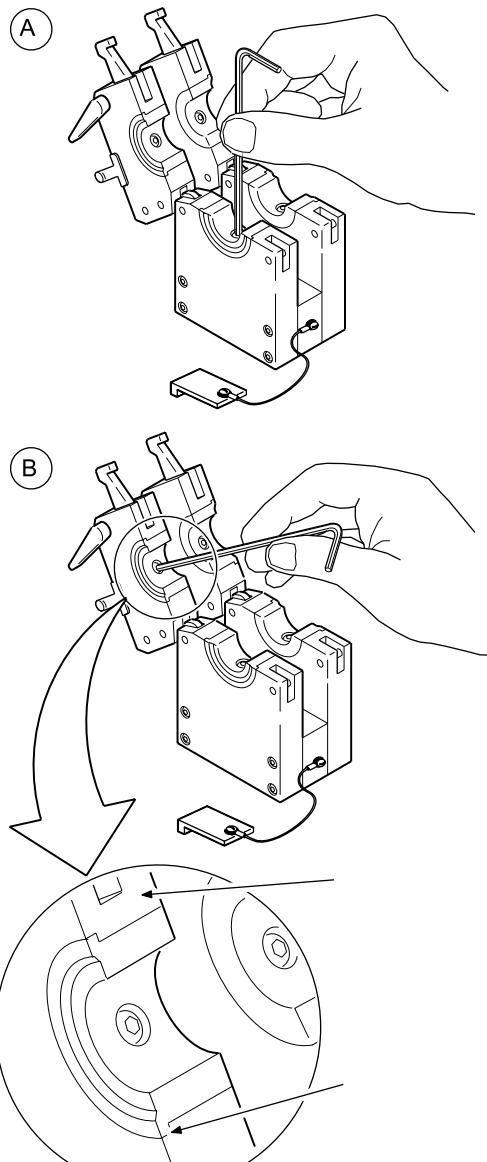

Рисунок 13. Установка зажимных втулок
2. Установите половины зажимной втулки в верхнюю и нижнюю боковые пластины и затяните винты втулки. Убедитесь, что буртик втулки установлен заподлицо с боковой пластиной фиксирующего блока. См. рисунок 13(В).